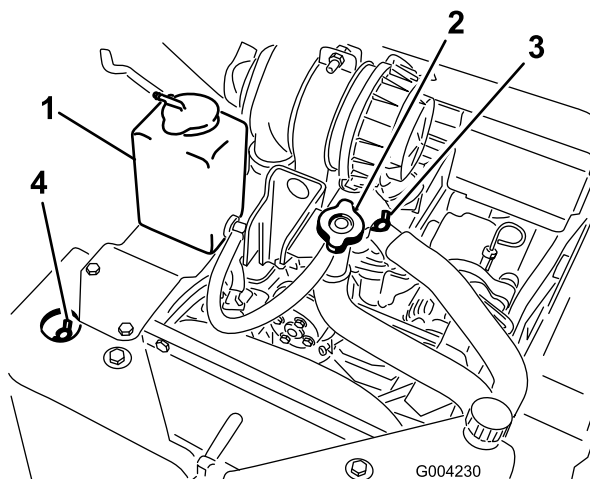

Figura 21
A. Rimuovere il tappo di riempimento del refrigerante (Figura 21).
B. Aprire le valvole di spurgo del refrigerante anteriore e superiore (Figura 21).
C. Versare il refrigerante nel collo del bocchettone finché il refrigerante non inizia a fuoriuscire dalla valvola di spurgo anteriore (Figura 21).
- D. Chiudere la valvola di spurgo anteriore (Figura 21).
- E. Versare il refrigerante nel collo del bocchettone finché il refrigerante non inizia a fuoriuscire dalla valvola di spurgo superiore (Figura 21).
- F. Chiudere la valvola di spurgo superiore (Figura 21).
- G. Versare il refrigerante nel collo del bocchettone finché non si vede salire il livello del refrigerante nel collo del bocchettone (Figura 21).
- H. Montare il tappo di riempimento del refrigerante (Figura 21).
- I. Aggiungere il refrigerante nel serbatoio di espansione finché non raggiunge la linea di pieno sul lato del serbatoio (Figura 21).